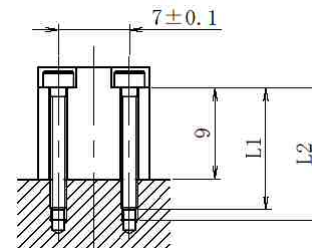

図2
- ① 取付け場所を十分に清浄してください。
- ② 変換器側の取付け面も、清浄してください。
- ③ 接着剤（シアノアクリレート系瞬間接着剤など）で接着してください。
- ① 図2を参照し、M1.6のボルト（推奨強度区分[12.9]、長さ12mm以上）を用い、被測定物へ $L1 \leq L2$ となるように有効ねじ深さを取付けねじの長さ以上で加工してください。また、取付けねじの間隔は 7 ± 0.1 mmで加工してください。
- ② 取付け場所を十分に清浄してください。
- ③ 変換器側の取付け面も、清浄してください。
- ④ 変換器と非測定物の間に、シリコングリスを薄く塗布し、ねじの締め付けトルク $0.1 \sim 0.12 \text{ N} \cdot \text{m}$ （推奨締め付けトルク $0.12 \text{ N} \cdot \text{m}$ ）で固定してください。